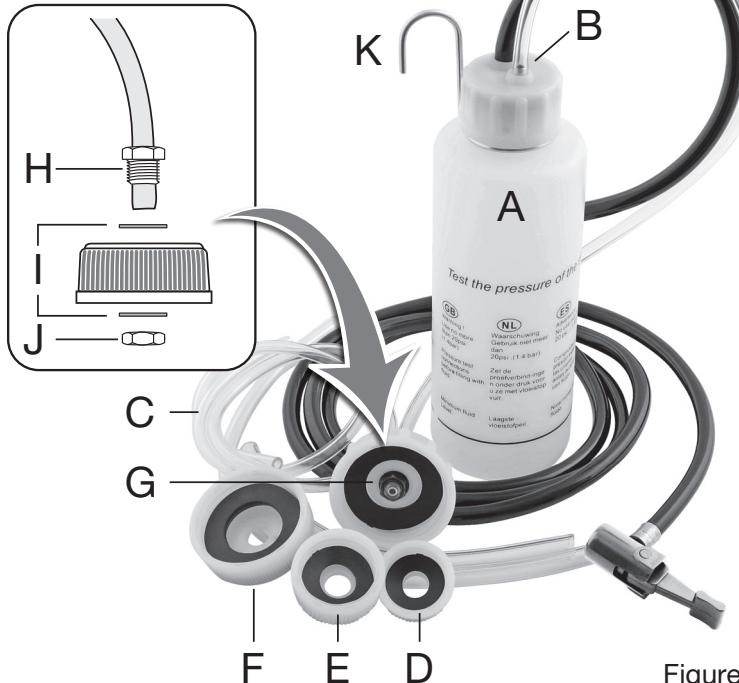

Figure 1
1. Déposer le capuchon du réservoir du véhicule, sélectionner le capuchon approprié et le visser sur l'appareil de la façon illustrée sur le schéma (**figure 1**). Raccorder ensuite au réservoir.